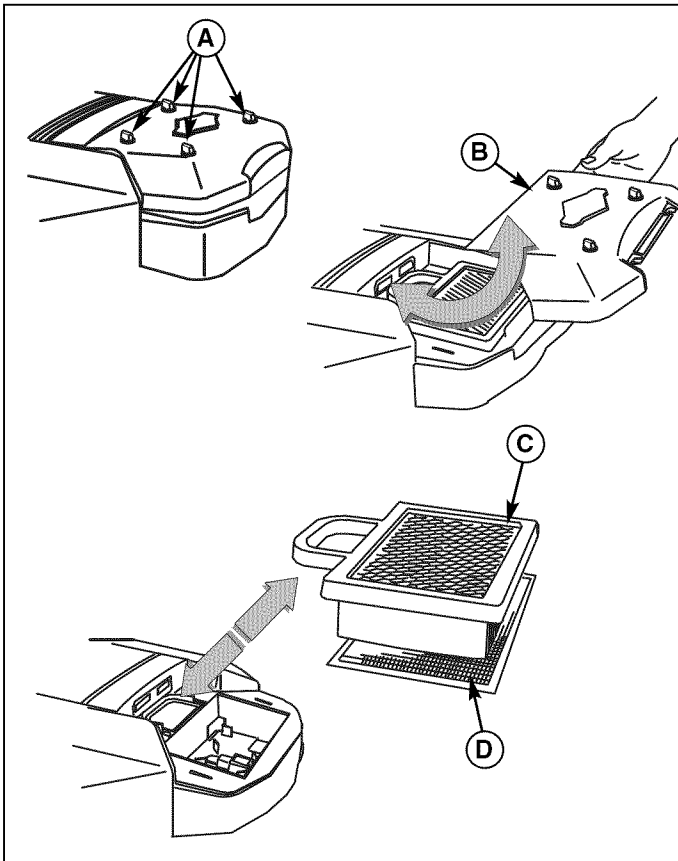

Figura 19. Conjunto del filtro de aire
1. Desatornille las cuatro perillas (A, Figura 19) girándolas en el sentido contrario al de las agujas del reloj.